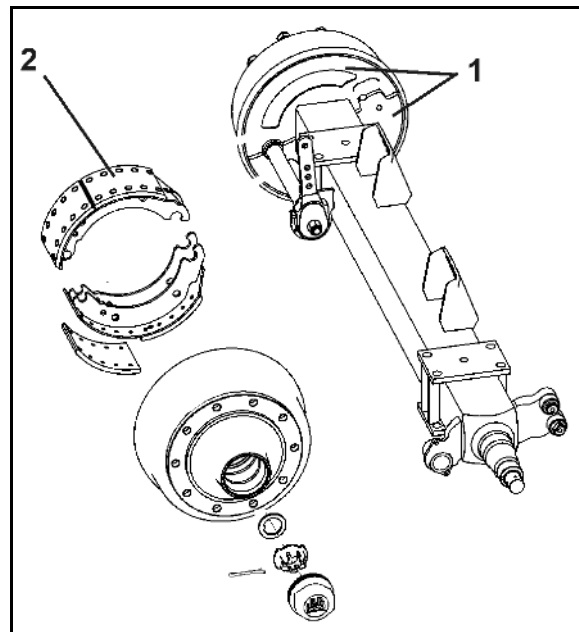

Рис. 115
1. Отверните оба защитных кожуха (Рис. 115/1) с внутренней стороны тормозного барабана.
Проникшая грязь может осесть на тормозных накладках (Рис. 115/2) и существенно ухудшить мощность торможения.